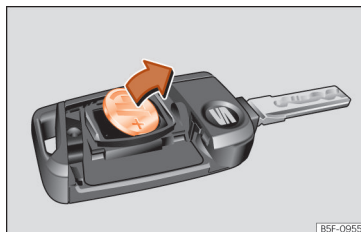

Abb. 142 Fahrzeugschlüssel: Batterie herausnehmen.
- Batterie mit einem geeigneten dünnen Gegenstand aus dem Batteriefach heraushebeln **» Abb. 142**.
- Neue Batterie wie gezeigt ansetzen **» Abb. 142** und entgegen der Pfeilrichtung in das Batteriefach drücken **» ⚠**.